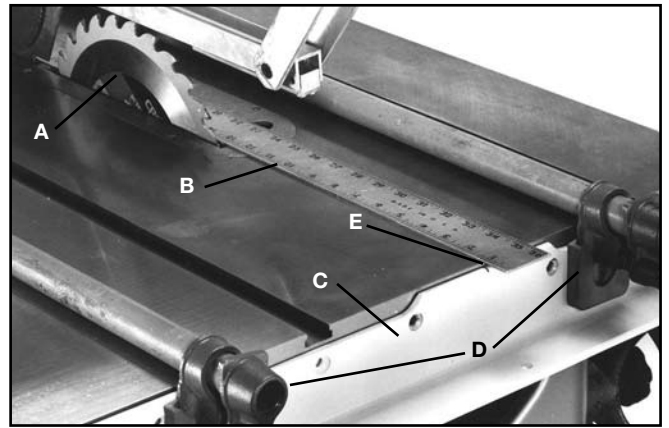

FIG. 15
1. Relever la lame de la scie (A), fig. 15. Placer une équerre (B) contre le côté droit de la lame et la laisser dépasser à l'avant de la scie comme montré. Positionner la barre de guidage avant (C) contre le bord de la table de scie et la fixer temporairement en position avec les serres pour la barre (D). Aligner l'encoche (E) de la barre de guidage avant (C) avec l'équerre (B) comme montré. **REMARQUE : n'importe quelle section de l'encoche doit être alignée avec l'équerre. L'étalonnage final sera détaillé ultérieurement.**